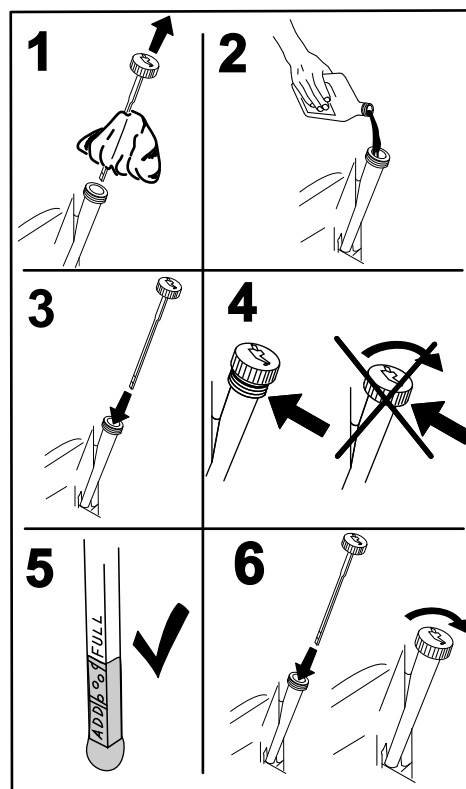

Figura 41
4. Retire a vareta e limpe-a com um pano limpo (Figura 41).